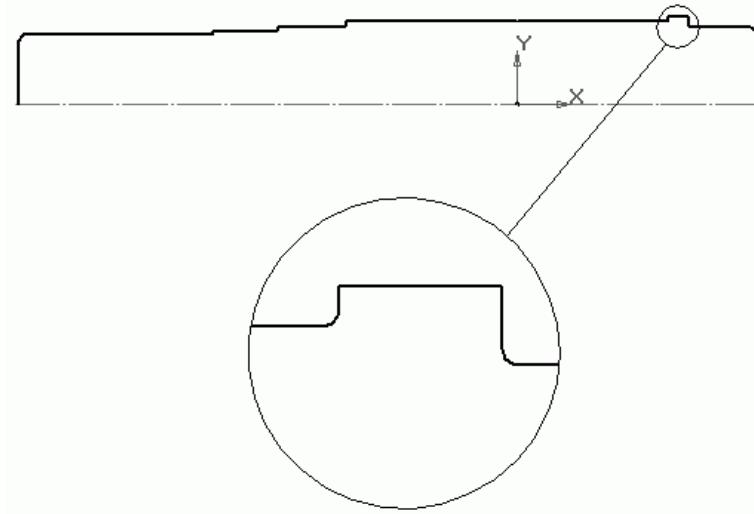

Рис. 3.62. Эскиз вала (скругления показаны увеличенно)
1. Выделите в дереве построений плоскость XY и нажмите кнопку Эскиз. Перейдите в окно представления сборочного чертежа и скопируйте половину контура ведомого вала (выделите изображение вала на виде сверху, нажмите сочетание клавиш Ctrl+C и укажите точку привязки – точку начала координат вида). Вернитесь в окно модели и вставьте изображение вала, совместив точку привязки с началом координат эскиза. Поверните вставленное изображение вокруг начала координат на 90° против часовой стрелки. Отредактируйте контур, чтобы в нем не было самопересечений и постройте небольшие скругления (1–1,6 мм) в местах перехода одной ступени в другую. Это делается для того, чтобы позже не применять лишние операции для создания скруглений и фасок на теле модели (рис. 3.62). Не забудьте построить ось вращения, если вы не скопировали ее с чертежа.